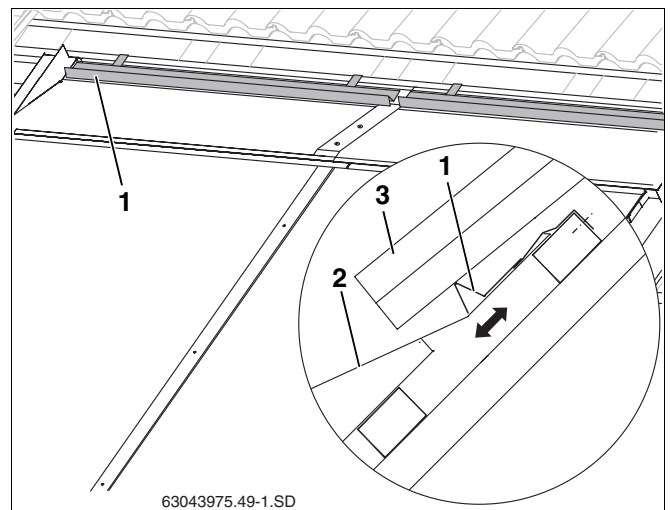

Fig. 60 Colocar e fixar o apoio da telha
- cubra o máximo possível da chapa de cobertura (fig. 60, **item 2**), contudo, sem tocar na mesma, e
- ▶ Colocar o apoio da telha (fig. 60, **item 1**) de acordo com a posição determinada e fixar à ripa do telhado.
- ▶ Colocar as telhas cortadas (fig. 60, **item 3**).